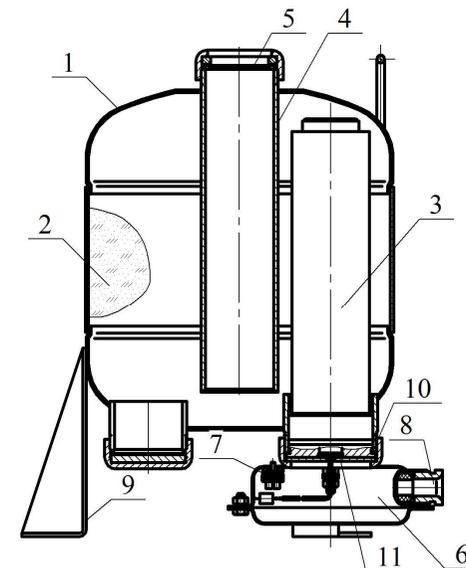

Рисунок 1
- ИХГ-10(М)-01 СИАВ 066614.025.000 ТУ для МПП нормального исполнения или ИХГ-10(М)-02 СИАВ 066614.025.000 ТУ для МПП специального исполнения (поз. 3 рисунок 1) – 1 шт.;
- резиновое кольцо 050-054-25 ГОСТ 9833-73 (поз. 10 рисунок 1) – 1 шт.;
- резиновая прокладка черт. СИАВ 634233.006.023 (поз. 11 рисунок 1) –
- огнетушащий порошок ИСТО-1 ТУ 2149-001-54572789-00 (поз. 2 рисунок 1) – 9,5 кг;
- мембрана черт. СИАВ 634233.006.003 (поз. 5 рисунок 1) – 1 шт.
4.1.1 МПП (см. рисунок 1) состоит из корпуса 1, в котором размещаются огнетушащий порошок (ОП) 2 и источник холодного газа (ИХГ) 3. В верхней части корпуса находится насадок-распылитель 4, который также выполняет функцию сифонной трубки при выпуске ОП из корпуса. Выходное отверстие насадка-распылителя перекрыто мембраной 5.